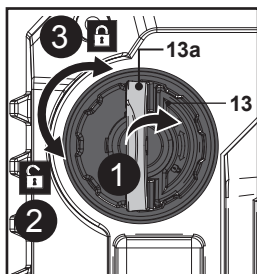

Fig. 9
1. Placer le produit sur une surface plane et stable, le bouchon du réservoir d'huile (13) vers le haut. Nous recommandons de poser une protection non inflammable sous le produit.
2. Soulever l'anneau de verrouillage (13a) et le tourner dans le sens inverse des aiguilles d'une montre pour dévisser et retirer le bouchon du réservoir d'huile (13) (Fig. 9, étapes 1, 2).
Essuyer le lubrifiant renversé avec un chiffon doux et repositionner le bouchon du réservoir d'huile (13) (Fig. 9, étape 3).